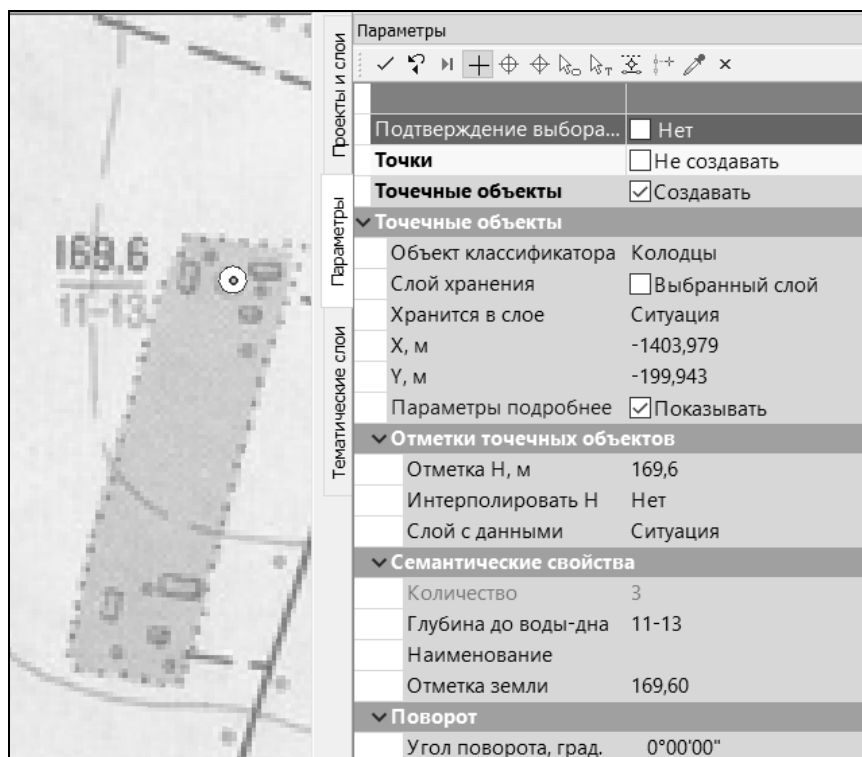

Рис. 3.4. Пример создания точечного объекта
5.3. Заполните семантические свойства согласно информации на растре (рис. 3.4).